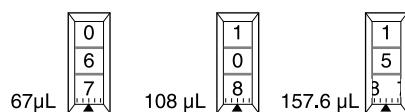

图 4：量程示例
- 将量程锁转至“锁定”位置（上方图 2），以防改变量程设置。用于 200 L 型号的部分量程在图 4 中显示。